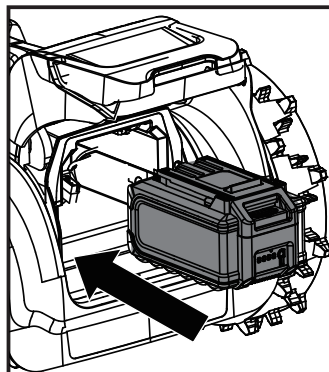

Fig. 1
2. Alinee los raíles de soporte situados dentro del compartimento de la batería con las guías de la batería y, a continuación, introduzca la batería en el compartimento (Fig. 1).